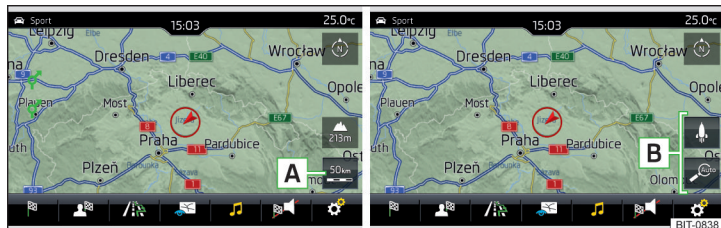

Fig. 179 Superficies funcionales para el cambio de la escala del mapa
► Pulse la superficie funcional **A** » fig. 179.
En el área **B** » fig. 179 se visualizan las superficies funcionales para el cambio de escala del mapa.